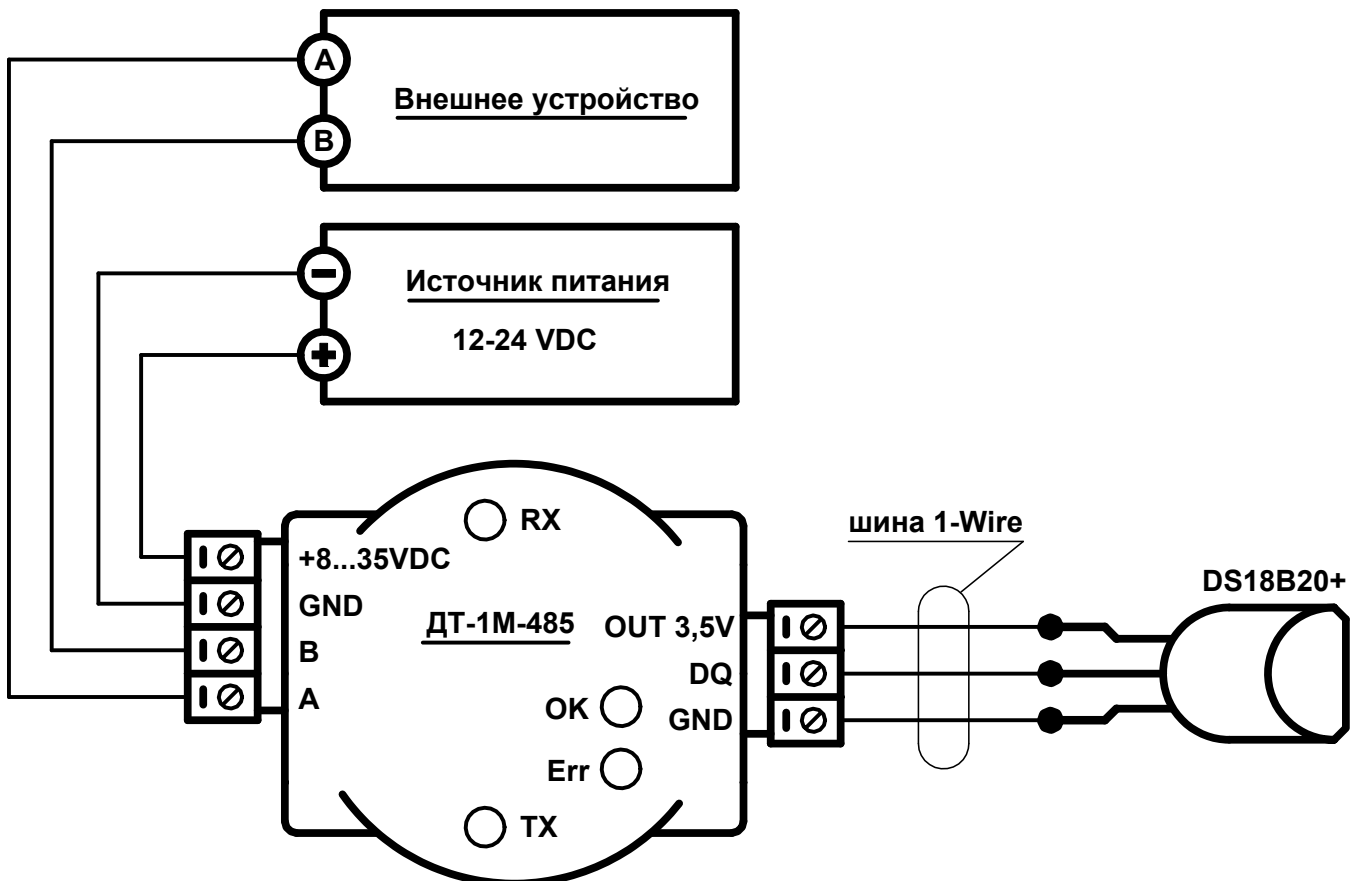

Рис. 2. Типовая схема подключения ДТ-1М-485
2. Подключите цепи датчика температуры DS18B20+ согласно типовой схеме подключения на Рис. 2.